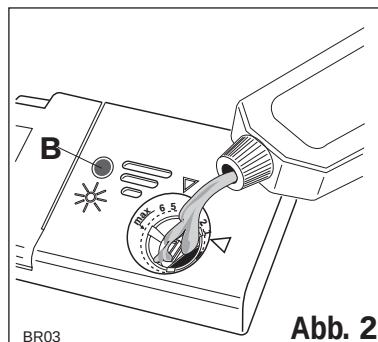

Abb. 2
3. Klarspüler einfüllen; maximal bis zur gestrichelten Linie, das entspricht einer Füllmenge von ca. 150 ml. (Abb. 2)